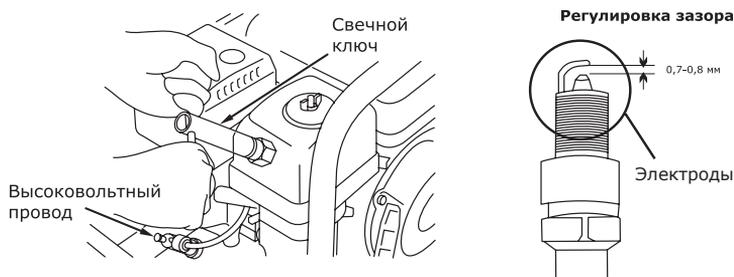

Рис. 19
- Выверните свечным шестигранным ключом, входящим в комплект поставки, и осмотрите свечу (рис. 19). Электроды свечи должны иметь светло-коричневый цвет.
- Проверьте величину зазора между заземляющим и центральным электродами, используя специальный щуп. При необходимости установите зазор 0,76 мм (рис. 19).